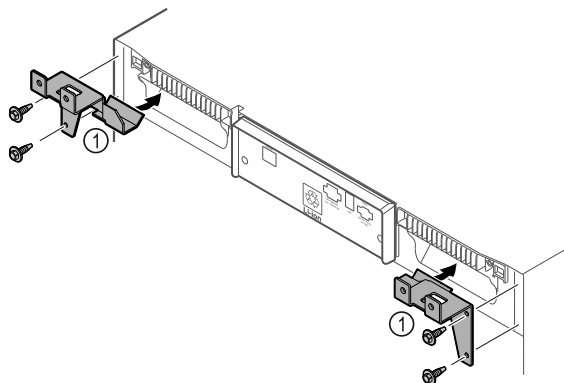

Fig. 11
- Přídržné díly Fig. 11 (1) namontujte na spotřebič pomocí samořezných šroubů.